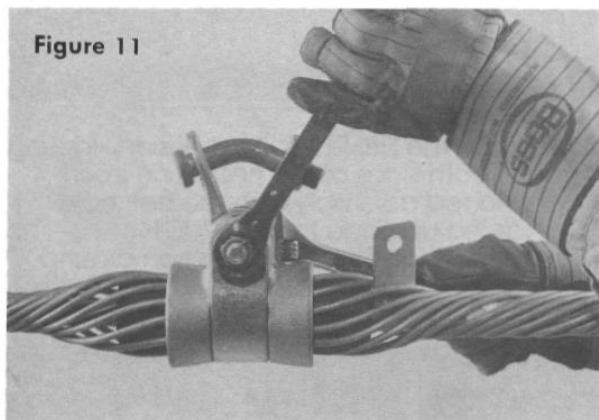

Figure 11
**3.09** Nałożyć nakrętkę zabezpieczającą. Dokręcać, aż podkładka zabezpieczająca stanie się niemal płaska (rys. 11).